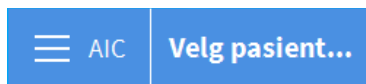

Fig 50
- Klikk på **Velg pasient** på «Control Bar» (heretter **PASIENT**-knappen. Fig 50).